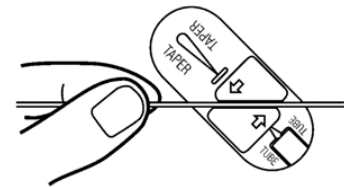

図4
6. 延長したガイドワイヤーをインサクションデバイスから取り外す場合には、接続部のどちらか一方の端を保持し、インサクションデバイスを時計回りに回転させて、ガイドワイヤーを持ち上げて取り外す。(図4)